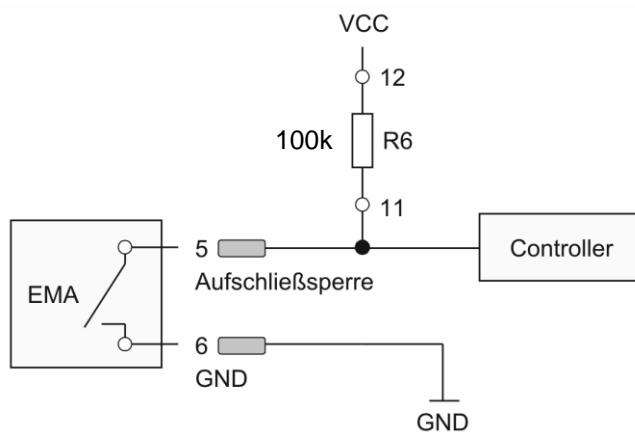

Abb. 6.16: EMA – AufschlieÙsperre, Anschlussplan
- b) Potentialfreier Schaltkontakt (*Abbildung 6.16*)